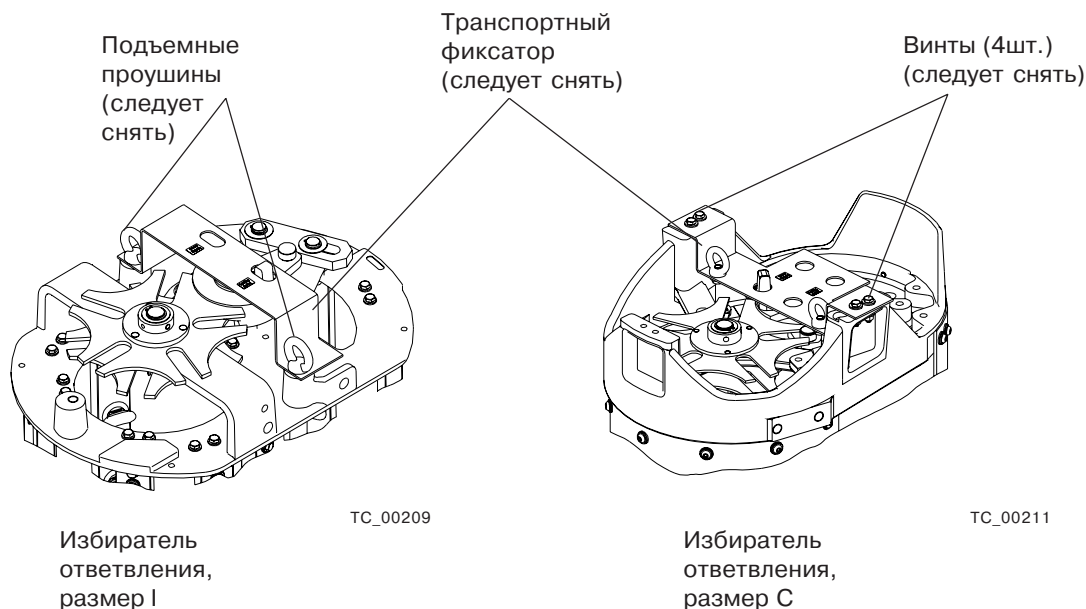

Рис. 4.
3. Снимите транспортное блокирующее устройство и подъемные проушины с верхней части избирателя ответвления, см. Рис. 4.